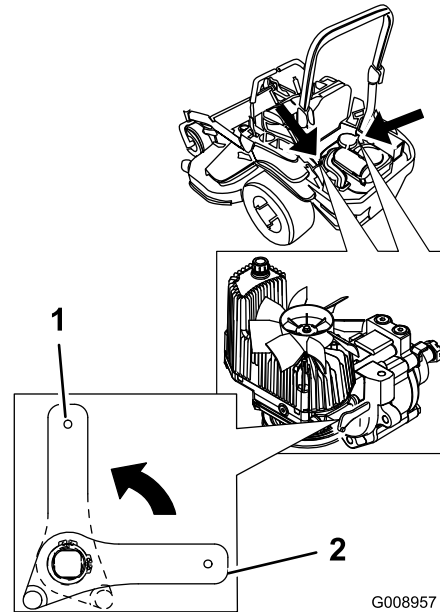

Figura 38
2. Gire las palancas de las válvulas de desvío a la posición vertical para empujar la máquina. Esto permite que el aceite hidráulico se desvíe alrededor de la bomba, dejando que las ruedas giren (Figura 38).
4. Gire las palancas de las válvulas de desvío a la posición horizontal para conducir la máquina (Figura 38).